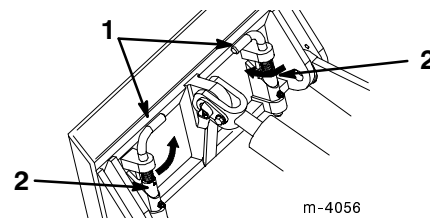

Abbildung 21
8. Die Sicherungsstifte eingreifen lassen (Abb. 21).
9. Darauf achten, daß die Nockenansätze oben auf den gegossenen Stifthaltebügeln sitzen (Abb. 21).